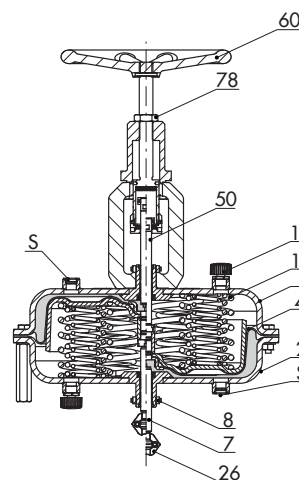

Bild 11: Typ 3271 mit 750v2 cm² und zusätzlicher Handverstellung
- **Typ 3271 oder Typ 3277 · Zusätzliche Handverstellung** für pneumatische Antriebe mit Antriebsflächen von 175v2 bis 750v2 cm² (Bild 6, Bild 11)